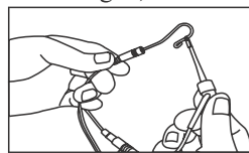

Рисунок 3.
- Доторкнутися загубником до зігнутого проводу затискача для файлів (див. Рис. 3) для перевірки всіх смуг індикатора на дисплеї. Якщо на дисплеї з'являється значення "-3" – пристрій працює нормально. У протилежному випадку затискач для файлів або вимірювальний провід пошкоджені, і їх потрібно замінити.